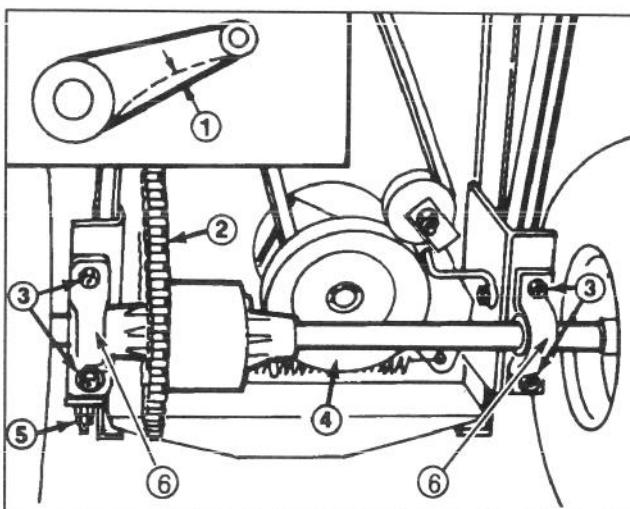

Figure 26
1. Vérifier la tension de la chaîne en appuyant légèrement sur celle-ci en son centre (Fig. 26). La chaîne doit plier à 3 mm (Fig. 26). Si la tension n'est pas adéquate, effectuer les réglages nécessaires – étapes 2 à 6.
2. Desserrer les quatre écrous à embase retenant les supports avec essieu différentiel au châssis de la machine (Fig. 26).
5. L'essieu différentiel devant être parallèle à l'arrière du châssis, mesurer la distance du centre des supports à l'arrière du châssis (Fig. 26). La différence entre les deux mesures ne doit pas être supérieure à 6 mm. Si elle l'est, l'essieu différentiel n'est pas parallèle avec le châssis; il faut donc repositionner le côté gauche afin d'obtenir la dimension désirée. Serrer les contre-écrous retenant le support gauche au châssis de la machine.